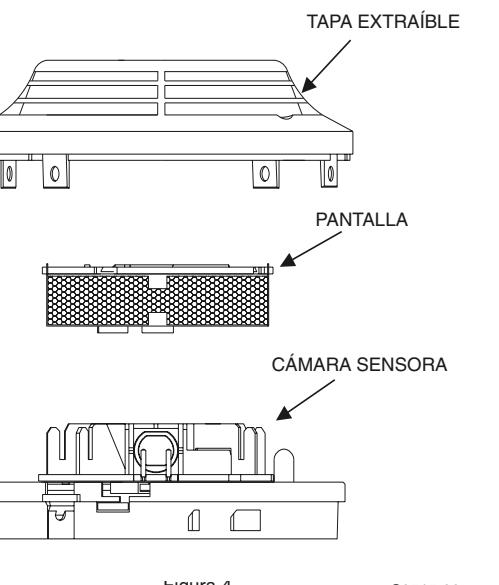

Figura 4.
3. Retire la pantalla estirándola hacia afuera (véase la Figura 4).